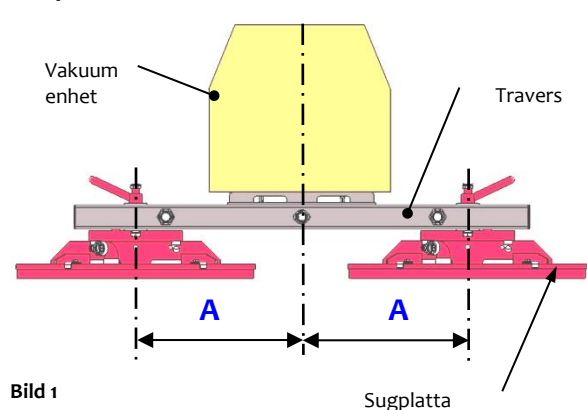

Bild 1
Sugplattorna måste alltid ha samma avstånd (A) till traversens lodräta mittaxel (se bild 1).